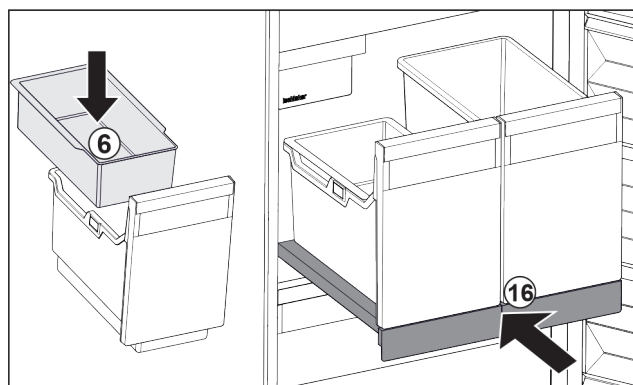

Fig. 91
- ▶ Вставьте навесной лоток Fig. 91 (6) для кубиков льда.
- ▶ Вставьте выдвижную панель с контейнером (IceTower). Fig. 91 (16)